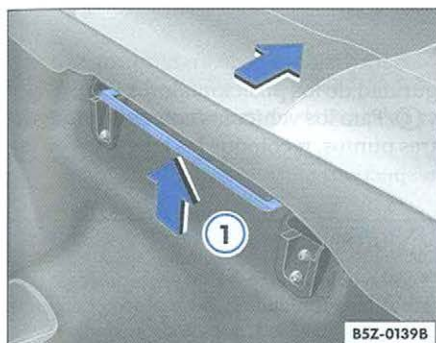

Fig. 75 Palanca para regulación longitudinal
- Levante la palanca ⇒ fig. 75 ① y deslice el asiento hacia adelante o hacia atrás.
- Levante la palanca ⇒ página 95, fig. 75 ① y deslice el asiento totalmente hacia atrás.
- Levante la palanca ⇒ página 95, fig. 75 (1) y deslice el asiento totalmente hacia atrás.